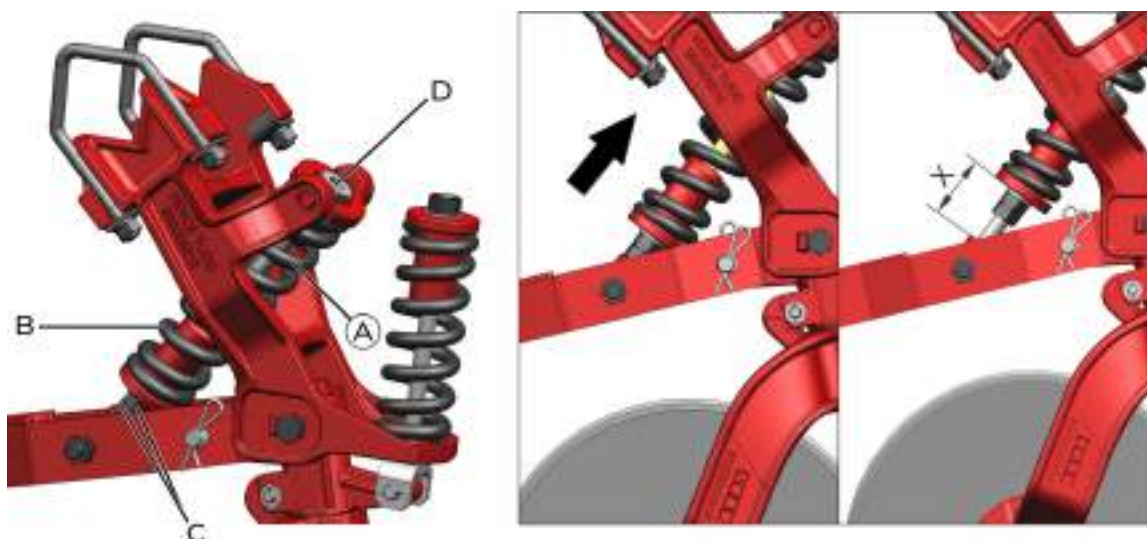

fig. 112
A profundidade de corte do sulcador ou do disco duplo (*fig. 112*) na linha independente é determinada pelo aumento na pressão da mola (A), através do deslocamento da bucha guia (B). Fazendo o uso de chaves, prenda uma das porcas (C) e gire o parafuso guia (D), comprimindo a mola. Observe que a dimensão "X" deve ser a mesma em todas as linhas.